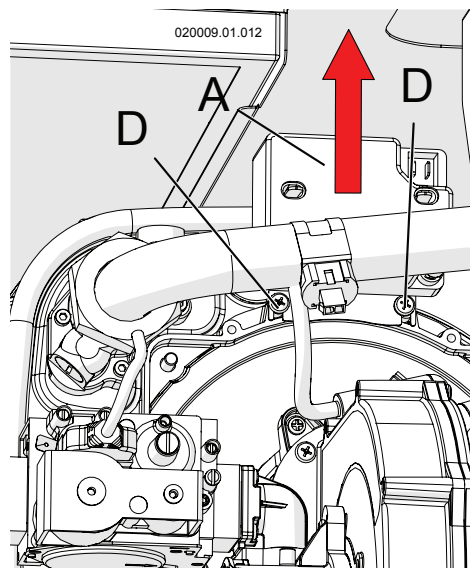

Figura 13-3
- 5.-svitare le viti "D" di Figura 13-3;
- 6.-smontare il generatore di scintille A di-Figura 13-3;